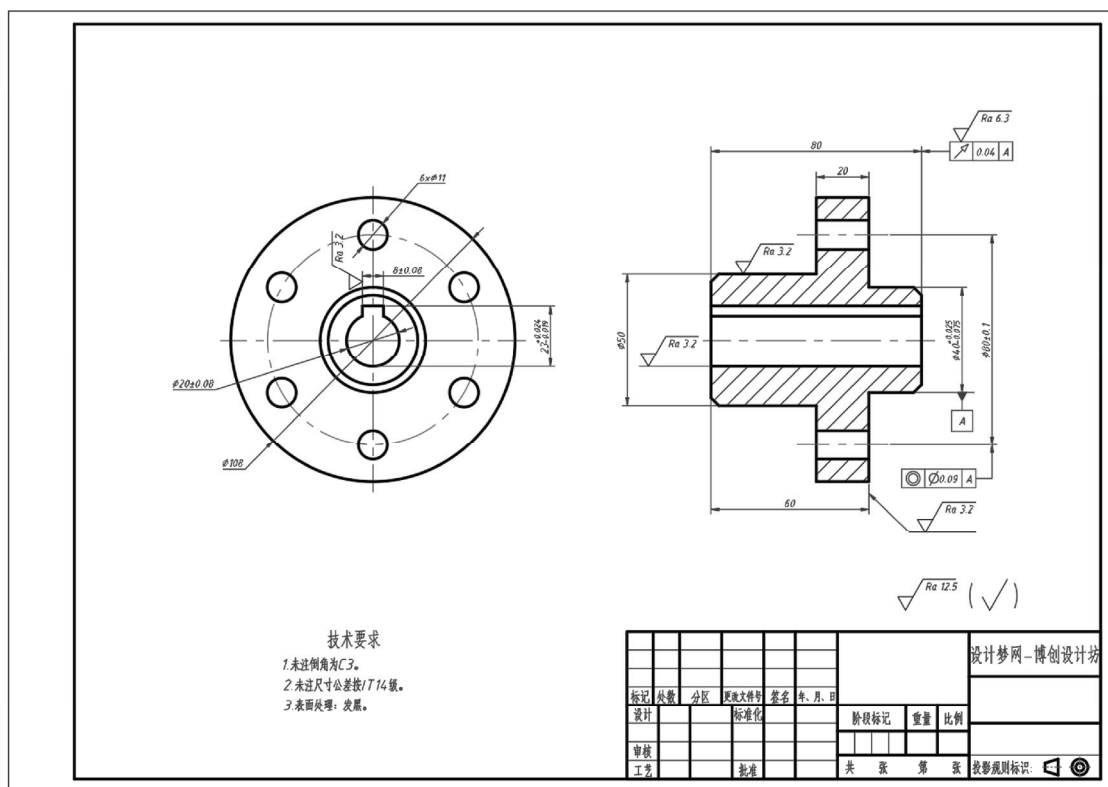

图 9-36 没有填写好标题栏内容的联轴器零件图
① 打开“使用增强属性编辑器填写标题栏.dwg”文件，该文件中存在着一个没有填写好标题栏内容的联轴器零件图，如图 9-36 所示。